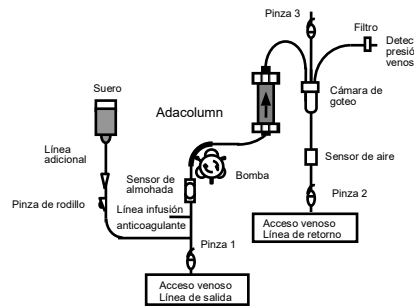

Fig.3
- 2) Conectar el circuito sanguíneo de entrada y el circuito sanguíneo de salida al acceso venoso establecido en el paso anterior (Fig.3). De forma alternativa, es posible conectar el circuito sanguíneo de salida a la vía de acceso venoso sólo cuando la sangre llegue al final del circuito sanguíneo de salida.